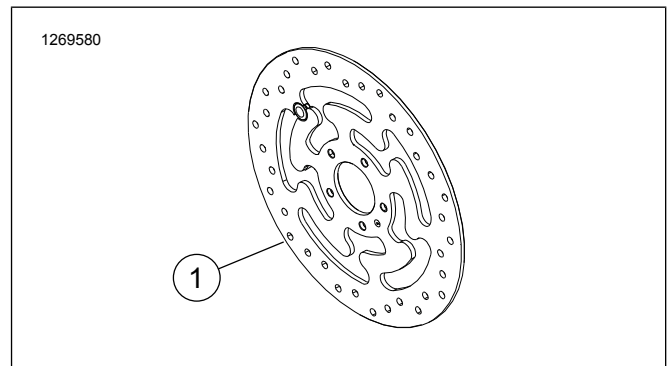

Figure 1. Disque de frein avant
- Vis de disque de frein. Voir Figure 1 et Tableau 1.